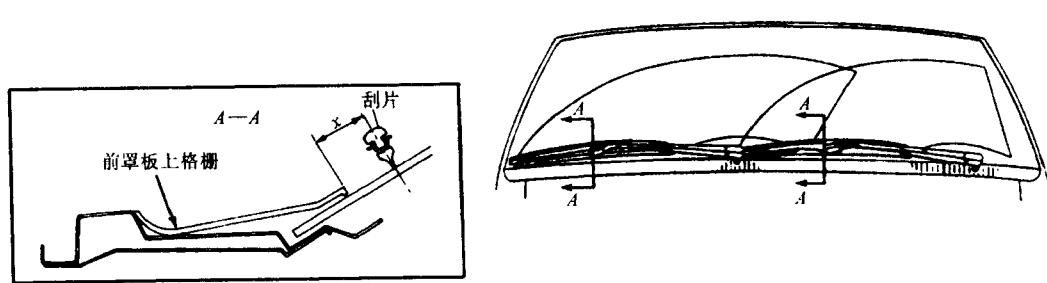

图1-4 刮水器刮片的位置调整
- 8) 将输出臂安装到电动机上，把电动机及支架装到车上。将连杆固定夹安装到输出臂上，保证刮水器刮片的位置正确（见图1-4），刮水器刮片中心到前罩板上格栅的上边缘的距离X：